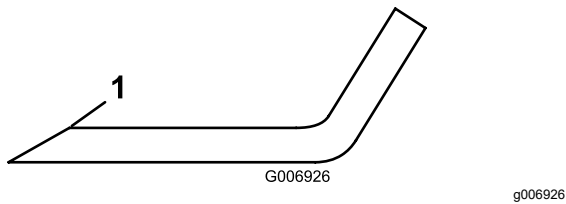

图 75
4. 检查所有刀片的刀刃如果刀刃变钝或出现裂口应打磨刀刃的边缘保持最初的切割角度以保证锋利度图 75。